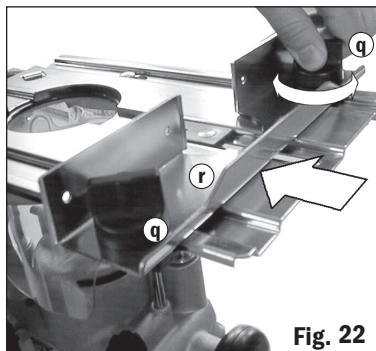

Fig. 22
4. Suelte las Perillas de la guía (q) unas pocas vueltas y deslice la Guía (r) sobre la base, desde el extremo elegido (**Fig. 22**). Trabe en el ajuste seleccionado, ajustando ambas perillas de la guía.